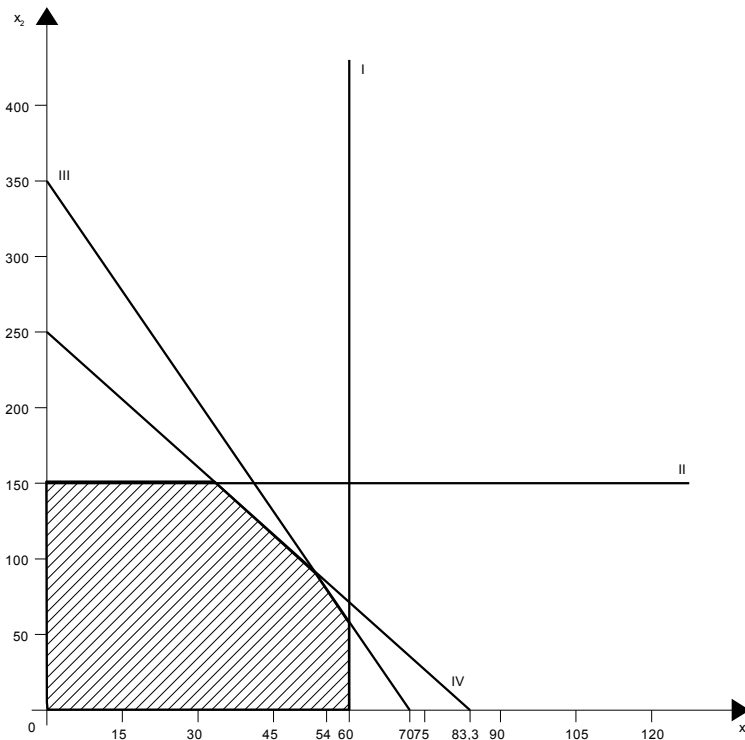

Abb. 1: Zulässiger Bereich
Für die graphische Lösung schreiben wir die Variablen der Zielfunktion an die Achsen. Die **Ungleichungen (1) und (2)** trägt man leicht ins Koordinatensystem ein, nämlich als Vertikale  $x_1 = 60$  und als Horizontale  $x_2 = 150$ , s. Abb. 1. Für die anderen empfiehlt sich folgender
Also erhält man die Abb. 1 für den zulässigen Bereich